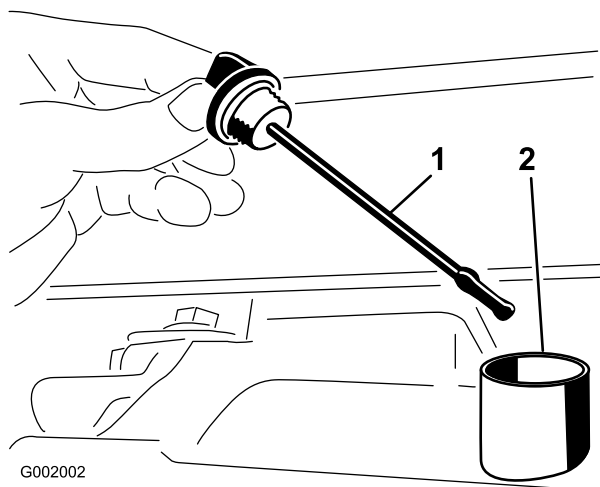

Figura 63
2. Togliete l'asta di livello dal transaxle ed asciugatela con un panno pulito (Figura 63).